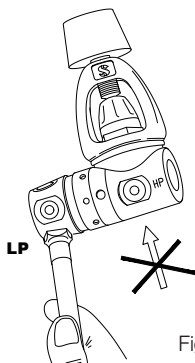

Fig. 1
Ligue a mangueira de baixa pressão (LP) da Válvula de Insuflação de Energia a uma porta LP não utilizada do primeiro estágio, que deve ter a mesma rosca (fig. 1).